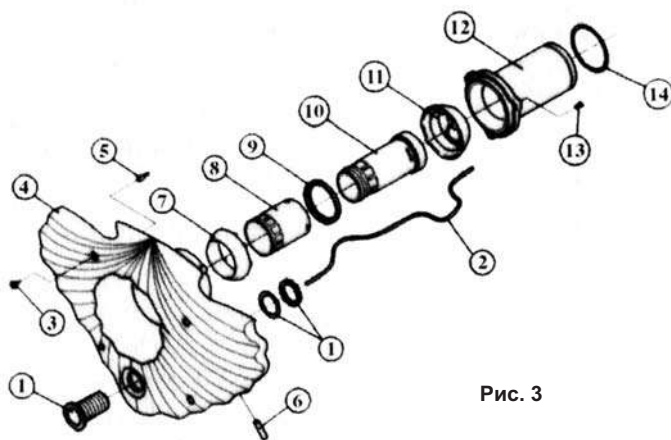
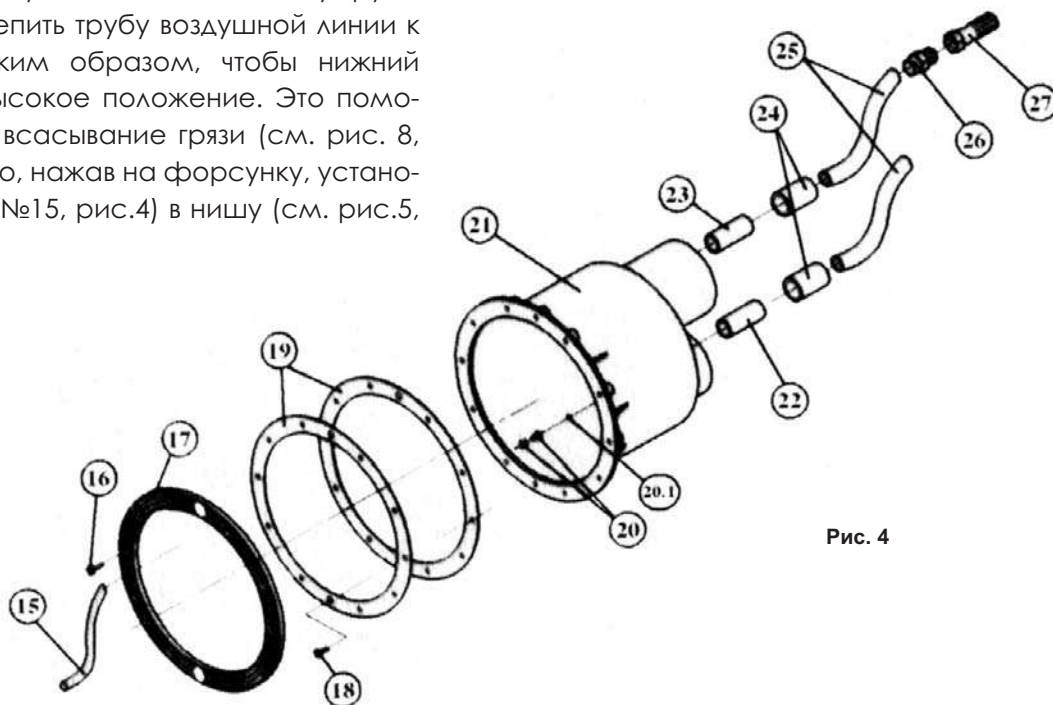
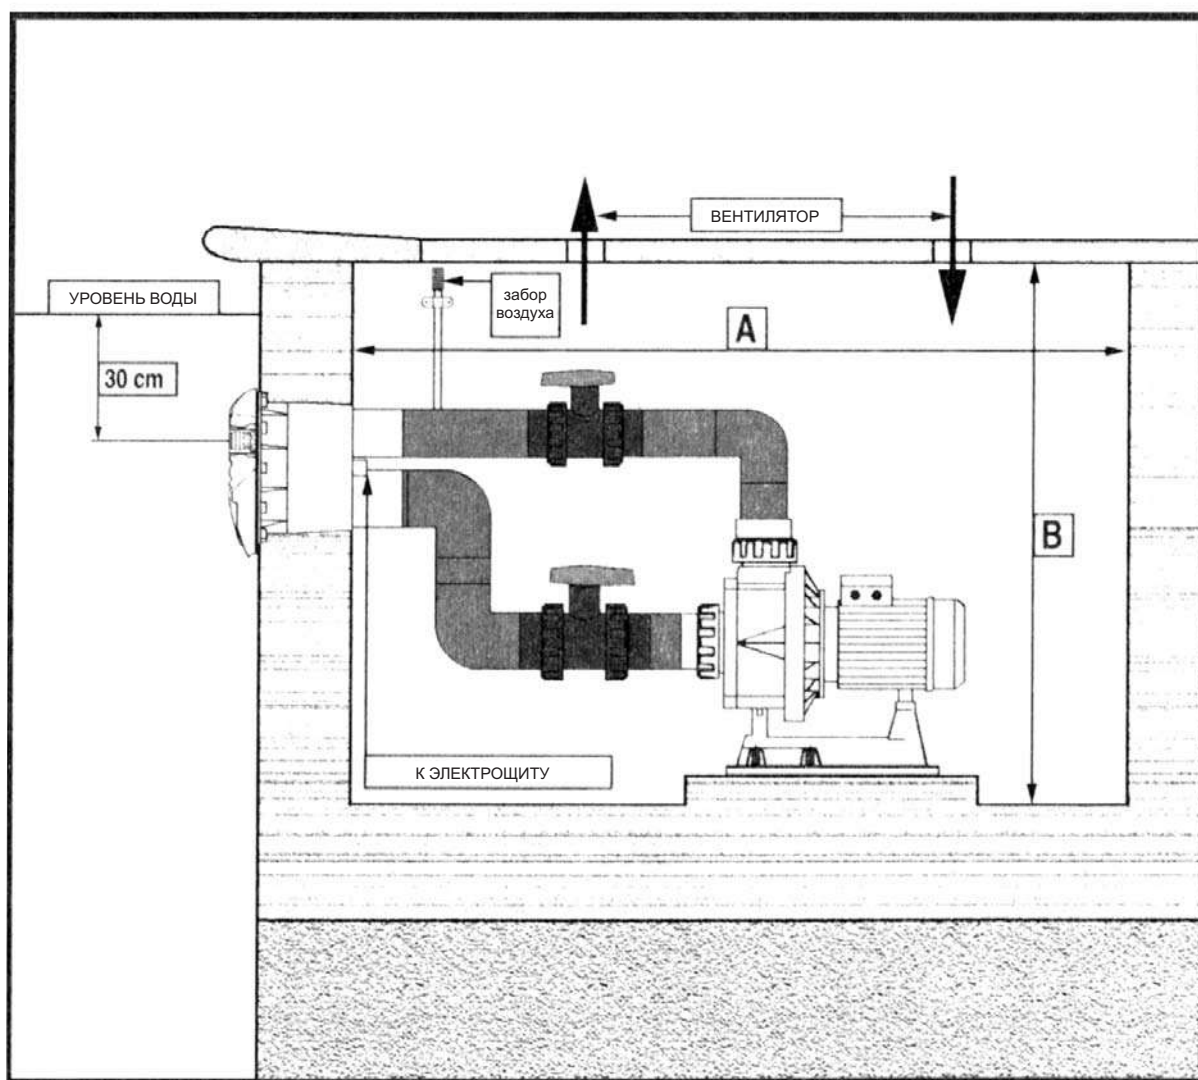

Рис. 3
Рис. 4
Рис. 8
Уплотнительные кольца (№19, рис.4) крепятся к нише (№21, рис.4) с помощью болтов (№18, рис.4), учитывая то, что лайнер будет находиться между двумя уплотнительными кольцами (№19, рис.4). После этого закрепите кольцо (№17, рис.4) болтами (№16, рис.4).
Ниша поставляются в сборе с трубами (№22 и 23, рис. 4). Дополнительно один из шлангов (№24, рис.4) приклеен к внутренней части трубы №22. После установки ниши в стену следуйте инструкциям главы 2. Продолжите установку закладкой воздушной и пневмолиний.
Линия состоит из шланга (№24), гибкой трубы (№25), фитинга с наружной резьбой (№26) и нижнего клапана (№27). Все детали поставляются в сборке, поэтому достаточно приклеить конец шланга (№24) к уже установленной в нишу трубе (№23). Важно закрепить трубу воздушной линии к стенке кожуха таким образом, чтобы нижний клапан занимал высокое положение. Это поможет предотвратить всасывание грязи (см. рис. 8, стр. 20). После этого, нажав на форсунку, установите гибкую трубу (№15, рис.4) в нишу (см. рис.5, стр.17).
Линия состоит из трубы (№22), шланга (№24) и гибкой трубы (№25). Труба (№22) и шланг (№24) уже установлены в нишу, поэтому достаточно приклеить трубу (№25). Перед тем, как приклеить конец трубы (№25) к шлангу (№24) вставьте прозрачную трубку (№2, рис.3) в пневмолинию и проденьте ее конец через отверстие в нише. Закрепите ее хомутом (№20 и 20.1, рис.4). После этого приклейте трубу (№25) к шлангу (№24). Конец прозрачной трубки (№2, рис.3) подсоединяется к микропереключателю, расположенному на одной из сторон гидropневматического выключателя, входящего в комплект оборудования HIDROJET.
Фронтальная часть поставляется в сборке, включая детали №1-14 (рис.3). Прозрачная трубка также уже вставлена в нишу (рис.5).
- вставьте трубу (№2) в болт кнопочного выключателя (№1, рис.3).